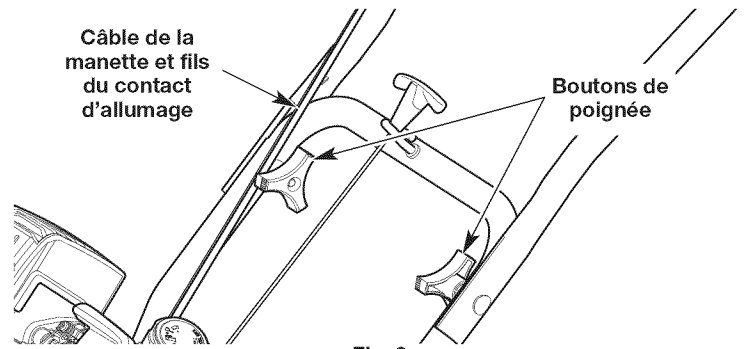

Fig. 3
1. Desserrez les deux boutons à l'intérieur des poignées (Fig. 3).
REMARQUE : Prenez soin de ne pas pincer le câble de la manette ni les fils du contact d'allumage lorsque vous positionnez les poignées (Fig. 3).
3. Vissez les boutons pour maintenir les poignées en place (Fig. 3).